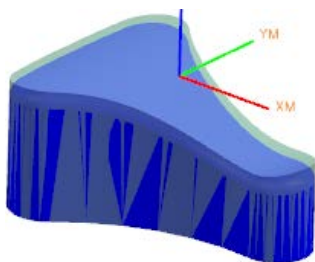

图 4.6.2 部件几何体
Step3. 在“部件几何体”对话框中选择 ☒ 几何体 单选项，在图形区选取图 4.6.2 所示的部件几何体。